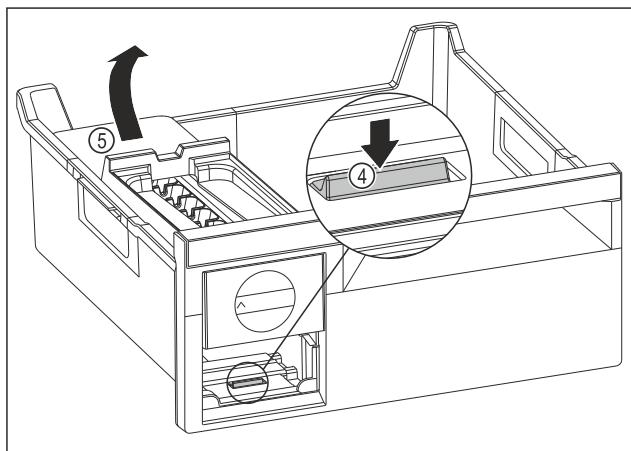

Fig. 130
- Извлеките корпус EasyTwist-Ice: Надавите пальцем вниз на накладку Fig. 130 (4) и одновременно другой рукой поднимите корпус EasyTwist-Ice Fig. 130 (5) сзади.